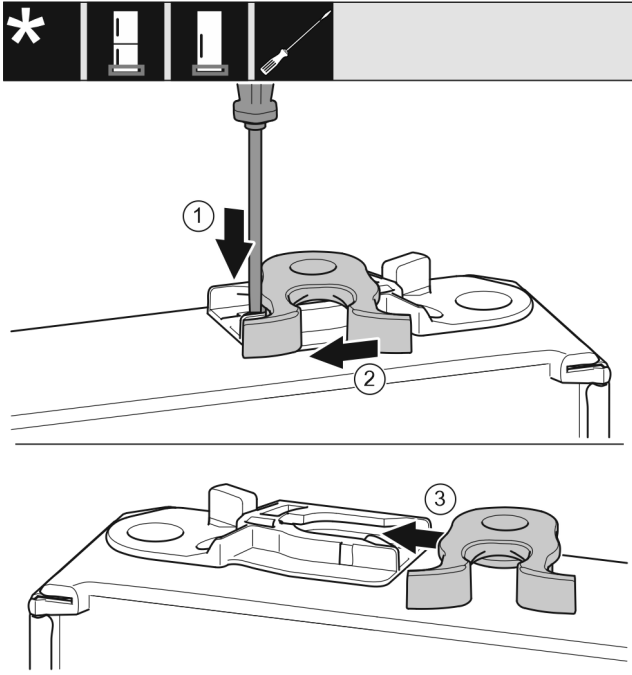

Fig. 19
- ▶ Nyomja le a fedőlemezt Fig. 19 (1) lapos csavarhúzóval.
- ▶ Húzza ki a záróhorgot Fig. 19 (2) a vezetősínből.
- ▶ Tolja be a záróhorgot Fig. 19 (3) a másik oldalon lévő vezetősínbe.